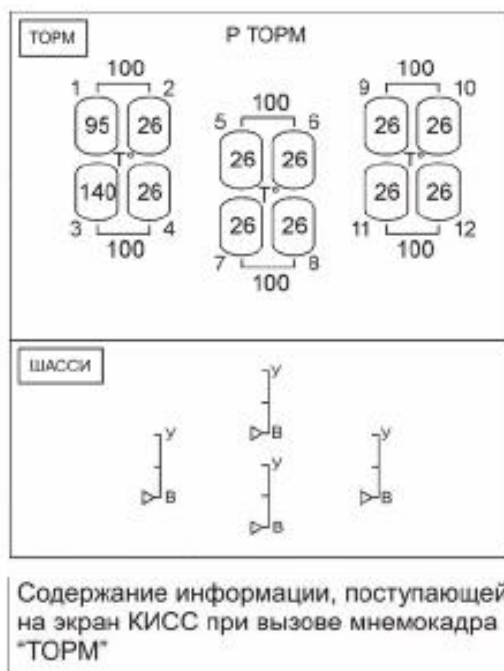

Рис. 4.12. ВИД МНЕМОКАДРА "ТОРМ-ШАССИ"
На мнемокадре "ТОРМ-ШАССИ" системы КИСС отображаются индикаторы электрических указателей положения опор (рис. 4.12). Для вызова мнемокадра необходимо нажать кнопку "ТОРМ" на одном из пультов управления КИСС.
**Сигнализация тормозов.** При включенном стояночном торможении на мнемокадре (рис. 4.12) индицируется уведомляющее сообщение "СТОЯНОЧНЫЙ ТОРМОЗ НЕ ОТКЛЮЧЕН", а значения параметров давления в тормозах снимаются с экрана.